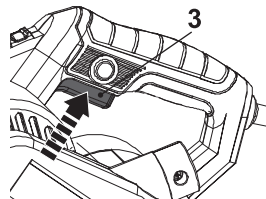

Fig. 14
1. Porniți produsul apăsând comutatorul de pornire/oprire (on/off) (3) și țineți-l în poziție (Fig. 14, pasul 1).
2. Apăsăți butonul de blocare (4) și țineți-l în poziție pentru a bloca comutatorul de pornire / oprire (on/off) (3) (Fig. 14, pasul 2).
3. Eliberați butonul de blocare (4) și comutatorul de pornire / oprire (on/off) (3). Acum comutatorul on/off (pornit/oprit) este blocat pentru utilizare continuă.
4. Diminuați și eliberați întrerupătorul de pornire / oprire (on/off) (3) pentru a opri produsul.